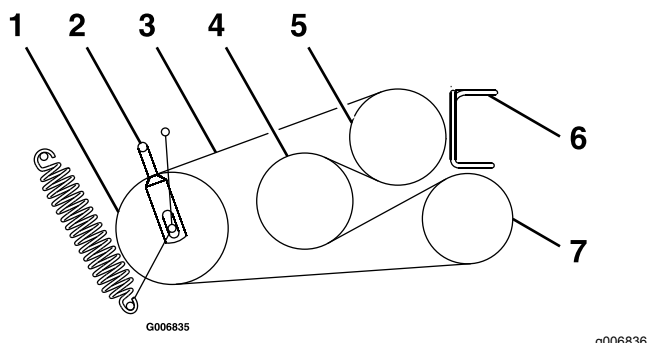

Figura 49
6. Afloje las guías de la correa **A** y **B** (Figura 49).
8. Enrute las correas nuevas alrededor de las poleas, según se muestra en Figura 49.